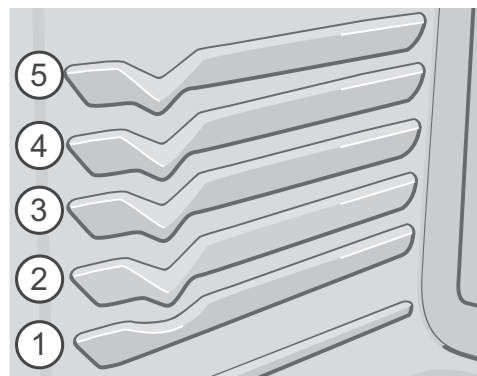

Figura 4: Posiciones de las parrillas para horneado elevado y elementos de hornear ocultos
- Para obtener los mejores resultados cuando hornee tortas con dos parrillas, coloque las parrillas en las posiciones 2 y 4 (Consulte la Figura 4).